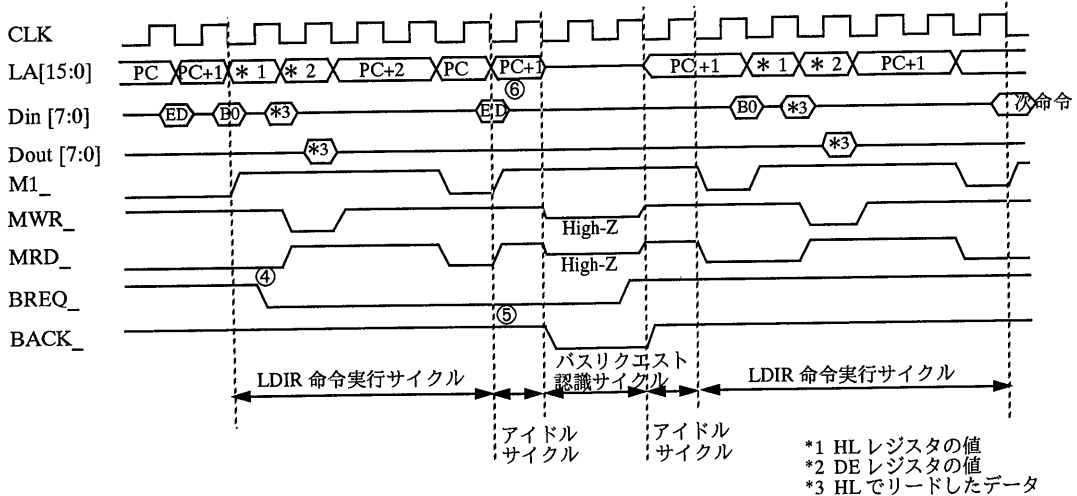

図 5-18 バスリクエスト受け付けタイミング
JP 1000H 命令のように③でプリフェッチしたデータ '77H' は内部で保持してデコードされ実行されますが、割り込み系に関してはプリフェッチされたデータは保持せずに、廃棄され割り込みルーチンから復帰後に再び廃棄されたデータのフェッチを開始します。つまり、割り込み認識処理で PC をスタックに PUSH する時に PC をマイナス 1 してセーブし、RETI や RETN 命令での POP 動作で再セットされる PC、すなわち廃棄されたデータの格納されているアドレスからプリフェッチをします。図 5-19 に LDIR 命令実行中にモード 1 割り込みが発生したタイミング図を示します。図中の⑥でプリフェッチされたデータ 'ED' は廃棄され割り込み認識処理へ進みます。そして、割り込み復帰後再びこの 'ED' のプリフェッチから開始されます。なお、バスリクエストサイクルでは通常命令と同じく直前にプリフェッチされたデータは保持されバス解放時に next アドレス (ジャンプ命令時はジャンプ先のアドレス) から処理を開始します。図 5-18 に LDIR 命令実行中にバスリクエスト要求が発生した場合のタイミング図を示します。図中の⑥でプリフェッチされたデータ 'ED' は廃棄されずに保持されバス解放時に 'ED' の次のアドレスからプリフェッチがされていることがわかります。
のうちくりかえし動作のある命令を除いて命令の切れ目です。特殊な例としては、図 5-18 に示すように LDIR 命令実行中の④でリクエストが発生していますが、LDIR 命令の最後のバスサイクルである⑤で受け付けられます。注意するのは、各バスサイクルの切れ目ではなく命令サイクルの切れ目であることです。